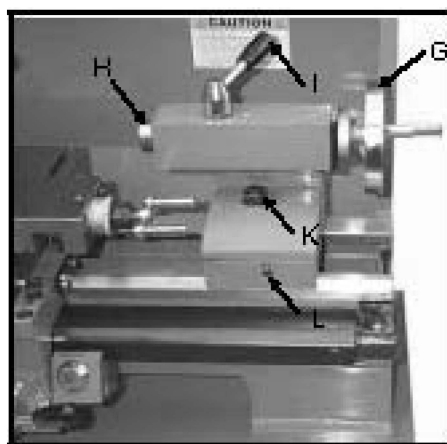
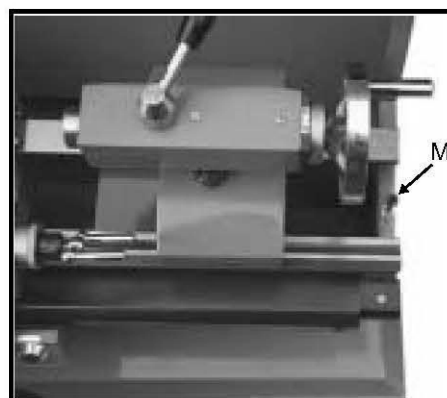

Fig. 20
Fig. 21
5. Dubbdocka – Hylsan (H, Fig. 20) håller verktyg och kläms med spakar (I). Handhjul (G) matar; låsmutter (K) låser på bädden. För offset vid konor: använd två skruvar (L) på basen. Lossa låsmutter vid behov. Säkringsskruv (M, Fig. 21) hindrar att dubbdockan dras av bädden.
För att förhindra att bakstocken av misstag dras av svarvbädden har en låsskruv (M, Fig. 21) monterats i slutet av svarvbädden.